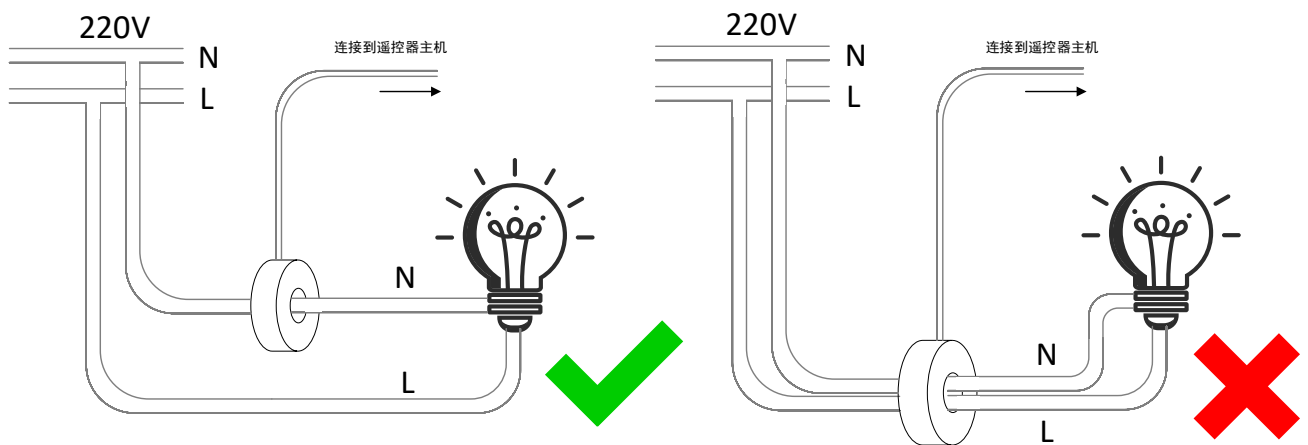

图 0-27 互感器接线正确和错误示例
**注意：**电流互感器只能卡在单根线上，才能对电器工作状态进行检测。如图 0-27所以，左图卡在单根线上（推荐卡在零线上），可对电流进行检测；右图，当零火两根线都同时穿过互感器时，互感器将无法检测线上电流。